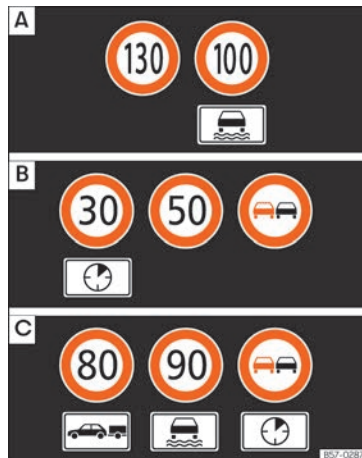

Abb. 77 Am Bildschirm des Kombi-Instruments: Beispiele für erkannte Geschwindigkeitsbeschränkungen oder Überholverbote mit den entsprechenden Zusatzzeichen.
aktuellen Fahrzeugdaten werden bis zu drei aktuelle Verkehrszeichen »» **Abb. 77** [B] mit den entsprechenden Zusatzinformationen angezeigt.
- **Erste Stelle:** Das für den Fahrer gegenwärtig gültige Verkehrszeichen wird auf dem Display links angezeigt. Zum Beispiel die Geschwindigkeitsbegrenzung **130 km/h (100 mph)** »» **Abb. 77** [A].
- **Dritte Stelle:** An dritter Stelle steht ein Zeichen, das nur beschränkt gültig ist, zum Beispiel ein Überholverbot für einen bestimmten Zeitraum »» **Abb. 77** [C].